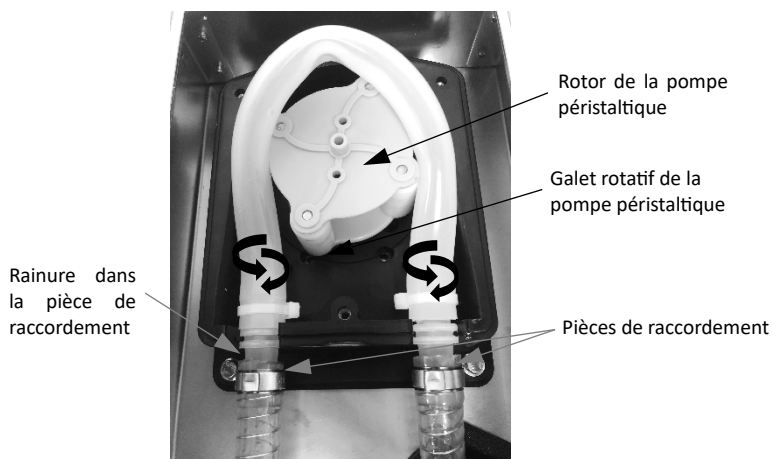

Figure 18 : Pompe péristaltique sans couvercle montrant le tuyau de pompe lors de la mise en place du nouveau système de tuyaux
- a.) Positionner ou fixer le tuyau de pompe (à gauche + à droite) en alignant la rainure correspondante des deux pièces de raccordement sur les ergots du boîtier de la pompe et en les enfonçant le plus loin possible (voir Figure 18 à Figure 21).